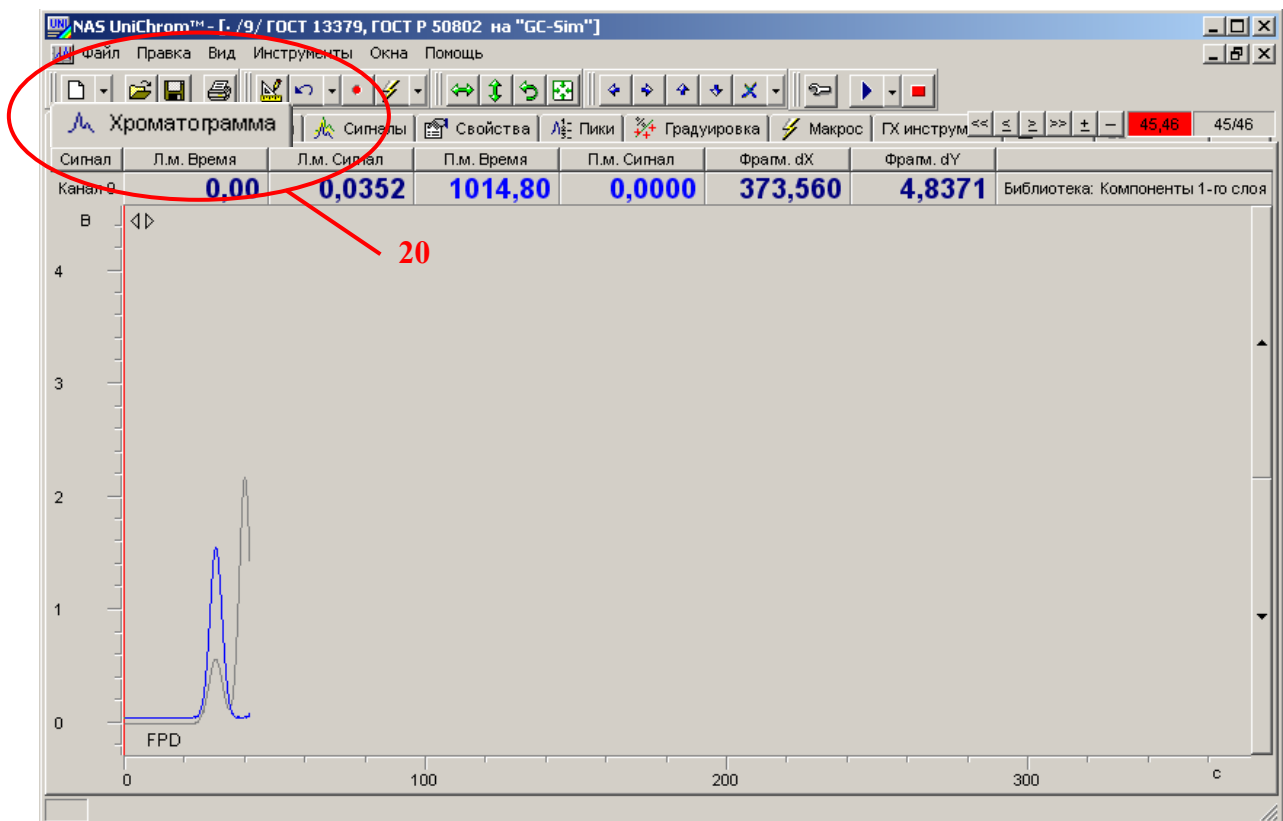

Рис. 32. Страница «Хроматограмма».
21. Перейдите на страницу «Хроматограмма» (Рис. 32)